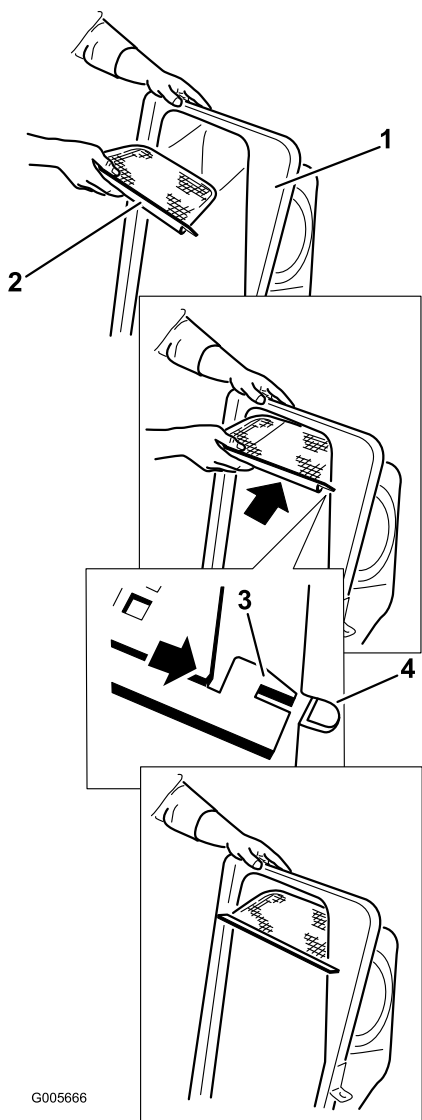

Figure 20
2. Montez le filtre comme montré à la Figure 20 de sorte à l'incliner dans la direction des bacs de ramassage.